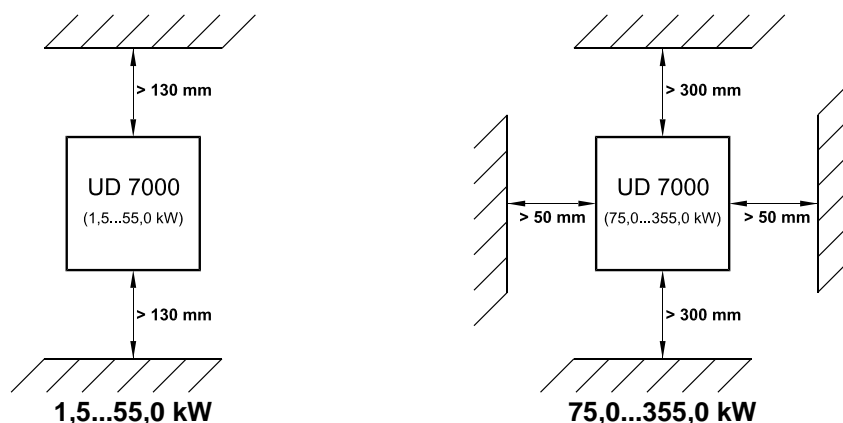

Abbildung 2.1
- B. Der UD-Umrichter erzeugt Wärme, so dass um das Gerät herum ausreichend Platz zur Verfügung stehen muss (siehe Abbildung 2.1). Nur die Inverter der Baugröße II...V sind aneinanderreihbar. Falls das Gerät zusammen mit einem anderen Gerät in einem Gehäuse untergebracht wird, müssen die vorgeschriebenen Mindestabstände eingehalten werden, um eine entsprechende Belüftung zu gewährleisten.